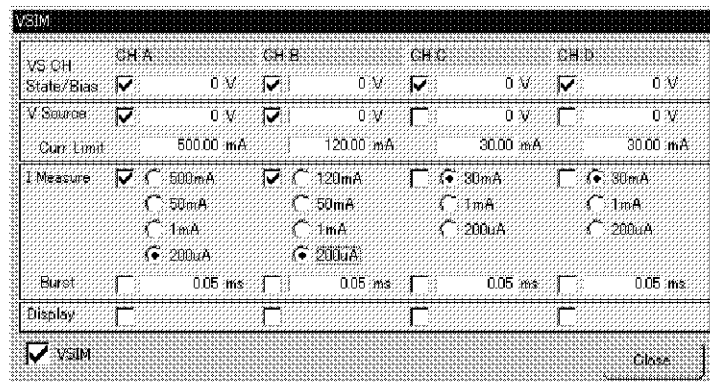

図 10-3 EGSM 受信設定
2. 表 10-3 に従い、図 10-3 のようにチャンネル A、チャンネル B を設定します。